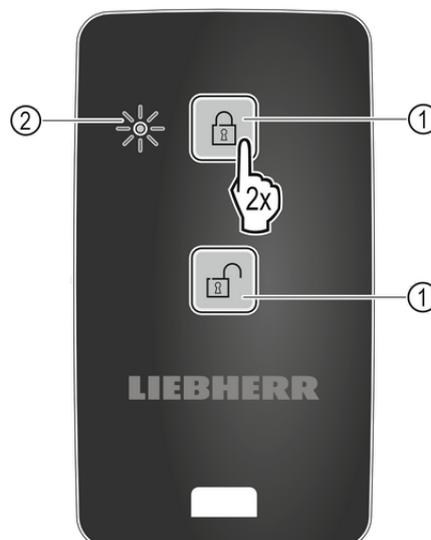

Fig. 101
- u Eine Taste auf Fernbedienung Fig. 101 (1) zweimal drücken.
- w Die Status-LED Fig. 101 (2) auf der Fernbedienung blinkt dreimal.